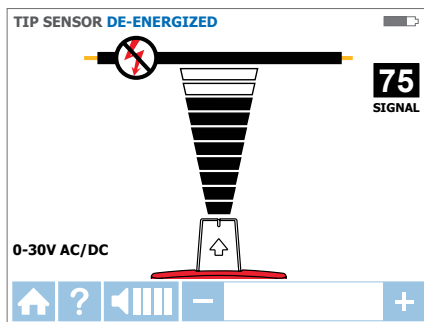

Figura 3.3c
2. Selezionare la modalità SENSORE PUNTA senza tensione utilizzando le frecce direzionali per evidenziare questa modalità di funzionamento, quindi premere il tasto giallo "ENTER". Il display apparirà come mostrato nella Figura 3.3c.